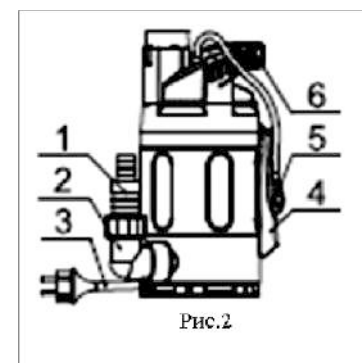

Рис.2
6) Вставьте штепсель насоса 3 в розетку ( см.рис.2).
1. Снимите индуктор 5 с кронштейна 4 (см. рис.2).